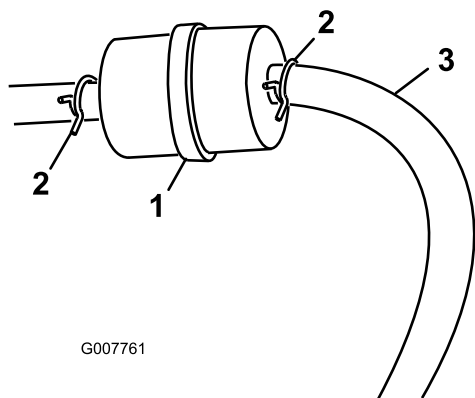

Figure 23
3. Pincez les extrémités des colliers et éloignez les colliers du filtre (Figure 23).
5. Posez un filtre neuf et rapprochez les colliers de fixation du filtre (Figure 23).
3. Desserrez le collier de serrage au niveau du filtre à carburant et éloignez-le du filtre en le poussant le long de la conduite de carburant (Figure 23).
4. Débranchez les conduites de carburant du filtre à carburant (Figure 23).
Remarque: Faites couler le carburant dans un bidon ou un bac de vidange (Figure 23).
5. Raccordez la conduite d'alimentation au filtre. Rapprochez le collier de serrage du filtre pour fixer la conduite de carburant (Figure 23).